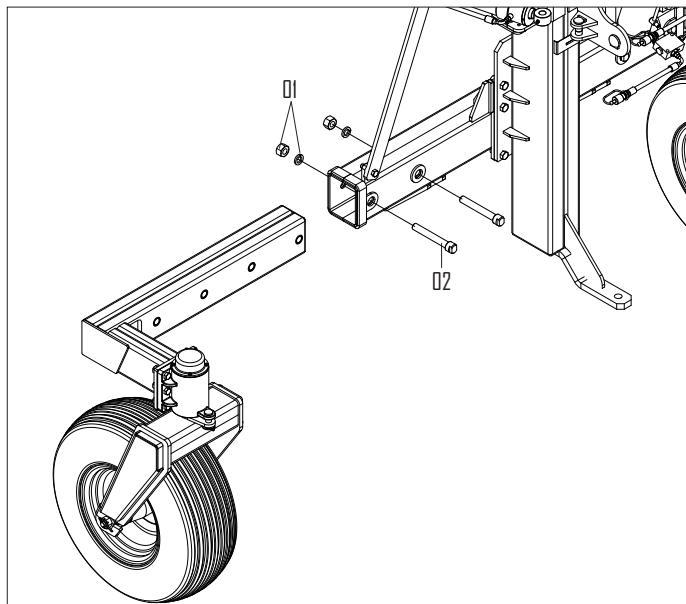

FIGURA 12
- Solte as porcas e arruelas (1), e parafusos (2), em seguida regule a bitola na posição desejada, finalmente recoloque os parafusos, arruelas e porcas. (Figura 12).